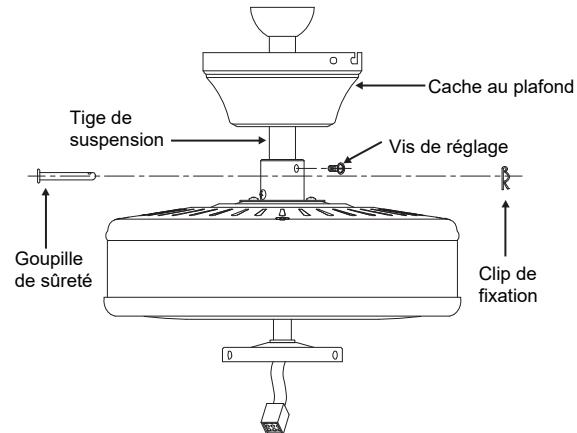

Fig. 6
**Étape 4.** Acheminez les fils sortant du haut du moteur du ventilateur à travers le couvercle d'accouplement, le cache, puis à travers la rotule/tige de suspension (**Fig. 6**)
**Étape 5.** Alignez les trous au bas de la tige de suspension avec les trous du collier en haut du carter du moteur (**Fig. 6**). Insérez soigneusement la goupille de sûreté dans les trous du collier et de la tige de suspension. Veillez à ne pas coincer la goupille contre le câblage à l'intérieur de la tige de suspension. Insérez la goupille de verrouillage dans le trou situé près de l'extrémité de la goupille de sûreté jusqu'à ce qu'elle s'enclenche dans sa position verrouillée (voir l'encadré circulaire de la **Fig. 6**).
**Étape 6.** Serrez fermement les deux vis de réglage situées sur le dessus du moteur du ventilateur (**Fig. 6**).